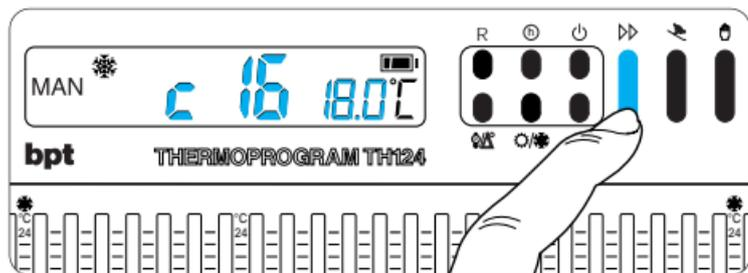

Fig. 37
11.2 - Premere il pulsante **▶▶** (fig. 37) per visualizza-